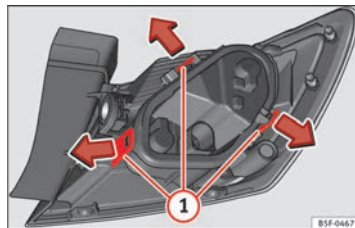

Fig. 198 Lengüetas de fijación en la parte posterior de la unidad de luz trasera.
- Desmonte el portalámparas ⇒ fig. 198 desbloqueando las lengüetas de fijación ①.